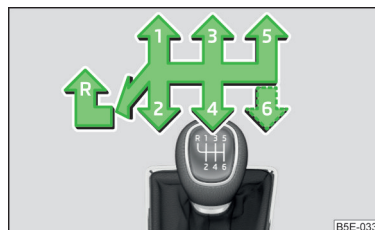

Fig. 126
Pe schimbătorul de viteze sunt reprezentate pozițiile individuale ale treptelor de viteză » fig. 126.
- Aduceți schimbătorul de viteze la maxim, înspre stânga și apoi înspre înainte, în poziția **R** » fig. 126.